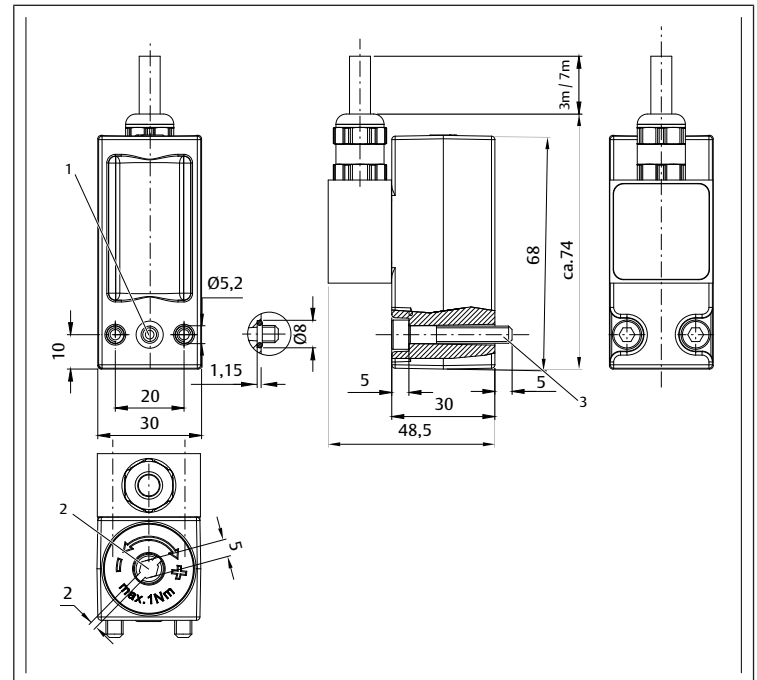

Fig. 1: Raccordo pneumatico flangia
- Raccordo a flangia M5: $M_A = 2,5^{+0,5}$ Nm (ved. → Fig. 1)